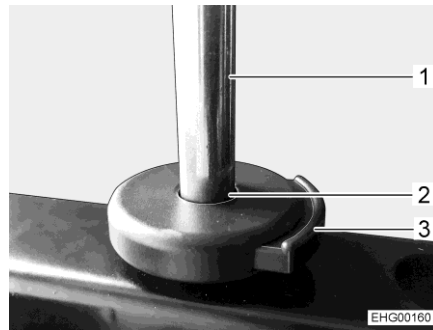

Fig. 16 Touche de déverrouillage (appuie-tête)
- Presser la touche de déverrouillage (Fig. 16,3).
- Ficher la barre de maintien (Fig. 16,1) dans le guidage (Fig. 16,2).